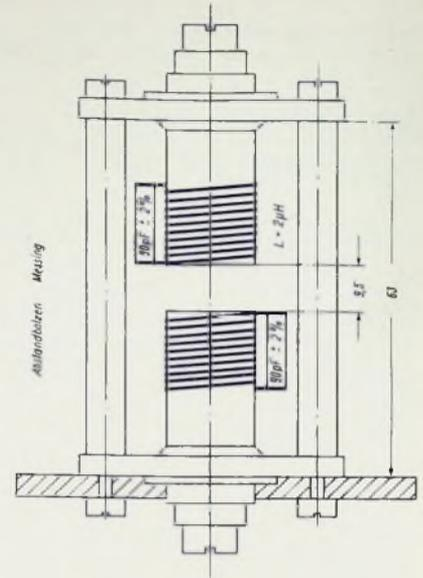

Bild 5. Aufbau des Zf-Bandfilters
ist, und doch eine zu große Stufenzahl im Hinblick auf die Kosten unerwünscht ist, kommt dafür ebenfalls nur eine steile Hf-Pentode in Betracht. Ferner ist eine verhältnismäßig große Verstärkungsreserve erwünscht, damit die nachfolgende Begrenzstufe schon bei genügend kleiner Empfangsspannung anspricht. Beim Selbstbau der Zf-Bandfilter ist vor allem auf die gegenseitige Kopplung zu achten. Der Abstand der beiden Spulen soll genau, wie in Bild 5 angegeben, eingehalten werden. Als Spulenträger eignet sich besonders gut der Körper CS20 mit Schraubkern aus Ferrocart Z (FZ) der Firma Vogt und Co. Das Zusammensetzen der aus drei Einzelteilen bestehenden Spule geschieht in der Weise, daß die drei Zapfen des Trolitrohrchens durch die dafür vorgesehenen Löcher der Halterung durchgesteckt und mit einem heißen Lötkolben breitgequetscht werden, so daß also eine Nietung entsteht. Der Kern der Spule wird vor dem Einschrauben, zum Zwecke eines besseren Abgleichs, mittels einer Metallsäge um 5 mm gekürzt. Die Spule selbst wird aus 0,3 mm starkem Kupferlackdraht gewickelt. Zur Verringerung der Eigenkapazität muß ein Windungsabstand von 0,3 mm eingehalten werden. Die Windungszahl pro Spule beträgt 10 Windungen. Da die beiden vertikal übereinander angeordneten Spulen ja induktiv abgeglichen werden, läßt sich eine Rückwirkung von einer Spule auf die andere dadurch vermeiden, daß man die „heißen“ Enden (anodenseitiges- und gitterseitiges Ende) weit auseinanderlegt. Als Material für die Abstandsbolzen kann sowohl Messing oder Aluminium als auch Isoliermaterial verwendet werden. Letzteres bietet noch den Vorteil, daß man es gleichzeitig als Halterung der Spulenenden verwenden kann. Die Parallelkondensatoren (keramisch) sollen direkt an die Spulenden gelötet werden. In Bild 6 ist ein geöffnetes Bandfilter der Firma Ripperger, Irtschenberg-Obb., zu erkennen, das bei einer mittleren Selbstinduktion von 2 µH und Querkapazitäten von 90 pF ausgezeichnete Güte besitzt und dessen Eisenkerne von außen eingestellt werden können. Der Abschirmbecher ist aus 1,5 mm starkem Alublech hergestellt und äußerst stabil. Naturgemäß ist infolge der Dämpfung der Filter und der bei der hohen Zf an sich geringen Verstärkung die Gesamtverstärkung der einzelnen Stufen wesentlich geringer als bei einem normalen Super. Bei der Anordnung der Filter ist besonders darauf zu achten, daß der Abstand der Anode der ersten Röhre zum